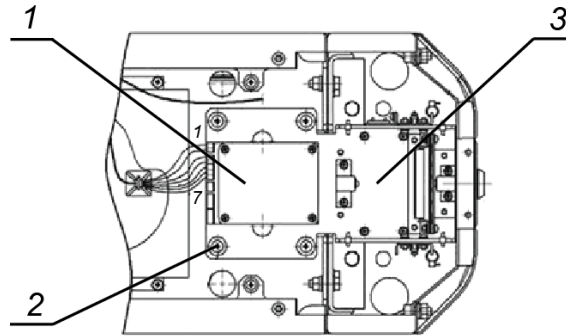

Рисунок 15. Механизм картоприемника
Для переустановки механизма картоприемника (3, рис. 15) на сторону считывателя №1 необходимо выполнить следующие действия (номера позиций даны в соответствии с рисунком 2, если не указано отдельно):
8. Демонтируйте механизм картоприемника (3, рис. 15), – крепится четырьмя винтами M5×20 (2, рис. 15), и установите его на противоположную сторону турникета, закрепив на аналогичное место этими же винтами.